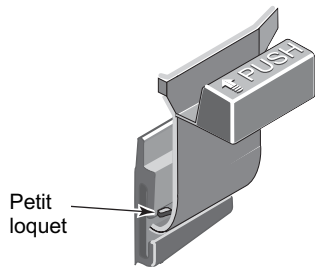

Figure 7 – Verrou de sécurité
VERROU DE SÉCURITÉ (voir la Figure 7)
1. Appuyer sur le petit loquet qui se trouve derrière le verrou de sécurité et chasser le verrou ou taper dessus pour le sortir de l'encoche en «té» du réservoir (voir la Figure 7).